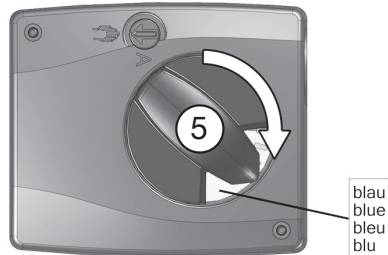

Fig. 13
5. Replacer le bouton tournant (6) sur l'arbre creux (8) et le tourner de 90° dans la zone bleue (fig. 13).